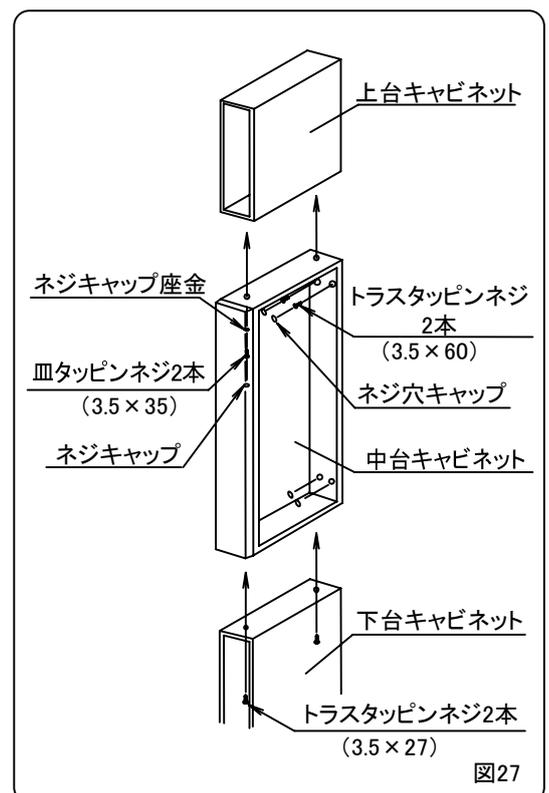

図27
5)下台キャビネットに中台キャビネットを乗せ、両キャビネットの前面側面を合わせ下台キャビネットの天板に加工した下穴からネジ(トラスタッピンネジ3.5×27)で連結してください。(図27)
(図27)
7)ネジキャップ座金にネジキャップをはめ込んでください。(図27)
1)所定の位置にキャビネットを設置し、中台キャビネットの後板上方の壁面取付け用下穴よりネジ(トラスタッピンネジ3.5×60)2本で横木に固定してください。(図27)
2)中台キャビネットの後板の壁面取付け用下穴にネジ穴キャップをはめ込んでください。(図27)